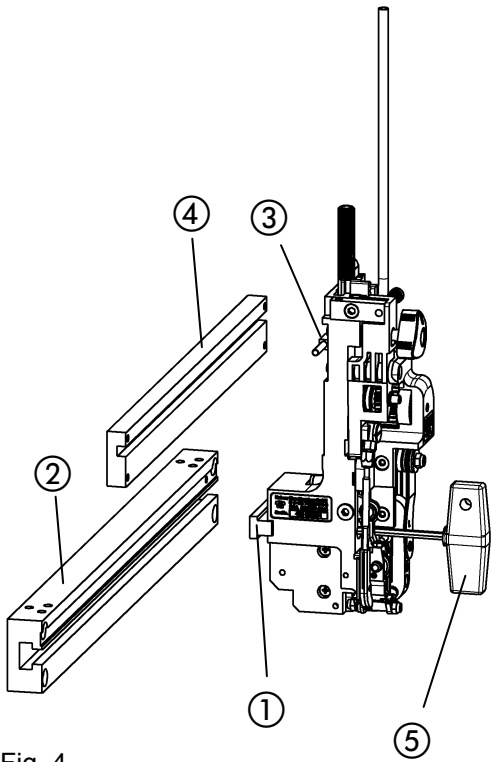
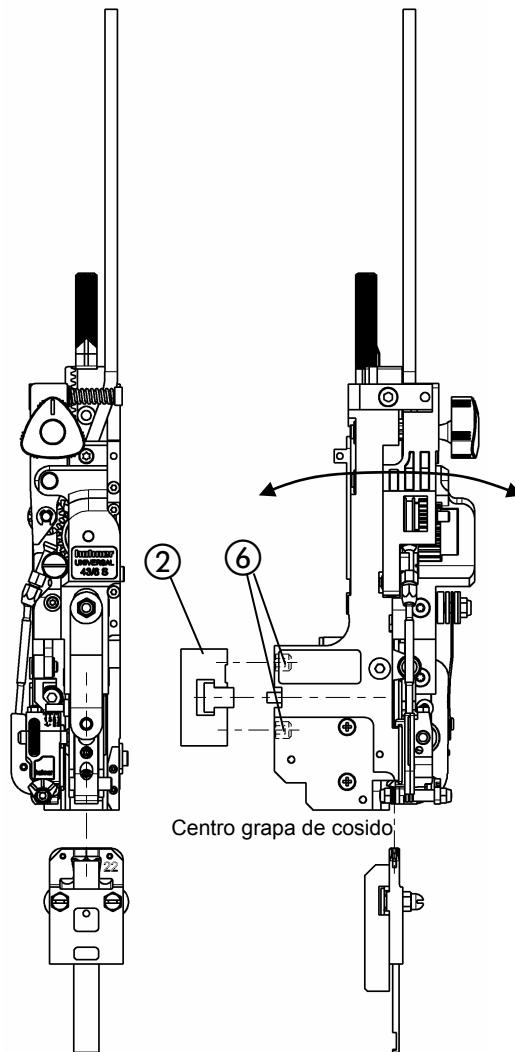

Fig. 4
Fig. 5
- Fig. 4 -
- Desatornillar el taco de corredera ① con la llave Allen SW4 ⑤ del cabezal cosedor.
- Introducir el taco de corredera lateralmente en el alojamiento del cabezal cosedor ②.
- Aplicar el cabezal cosedor en el alojamiento del cabezal de modo que el talón de arrastre ③ se pueda aplicar en la viga de elevación ④ y el taco de corredera pase en el cabezal cosedor.
- Fig. 4, Fig. 5 -
- Aflojar el taco de corredera ① con la llave Allen ⑤.
- Fijar el taco de corredera con la llave Allen en el alojamiento del cabezal cosedor ②.
- Fig. 5 -